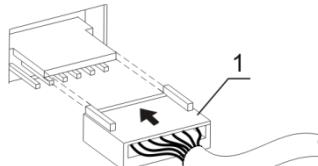

Abb. 1 Abschluss des Thermoblocks
- Wählen Sie einen Thermoblock aus und schließen Sie nach dem Schema in Abb. 1/1 den Stecker an die Kontaktklemme auf der Unterseite des Thermoblocks an. Vergewissern Sie sich, dass die Klemme fest sitzt.
- Lösen Sie die vier Rändelschrauben (Abb. 2/1) und ziehen Sie den Stecker (Abb. 1/1).